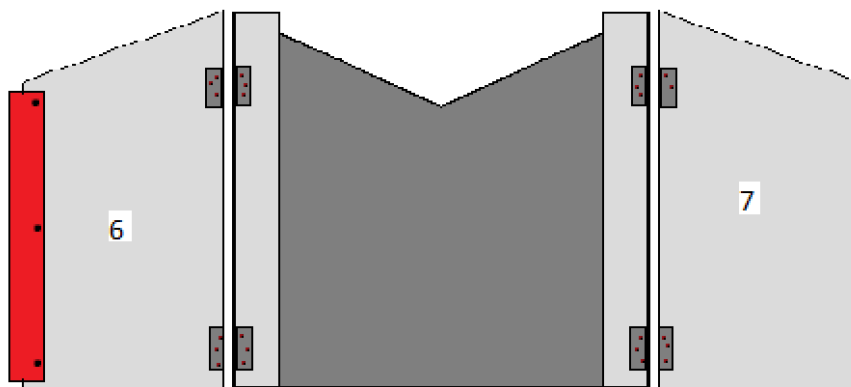
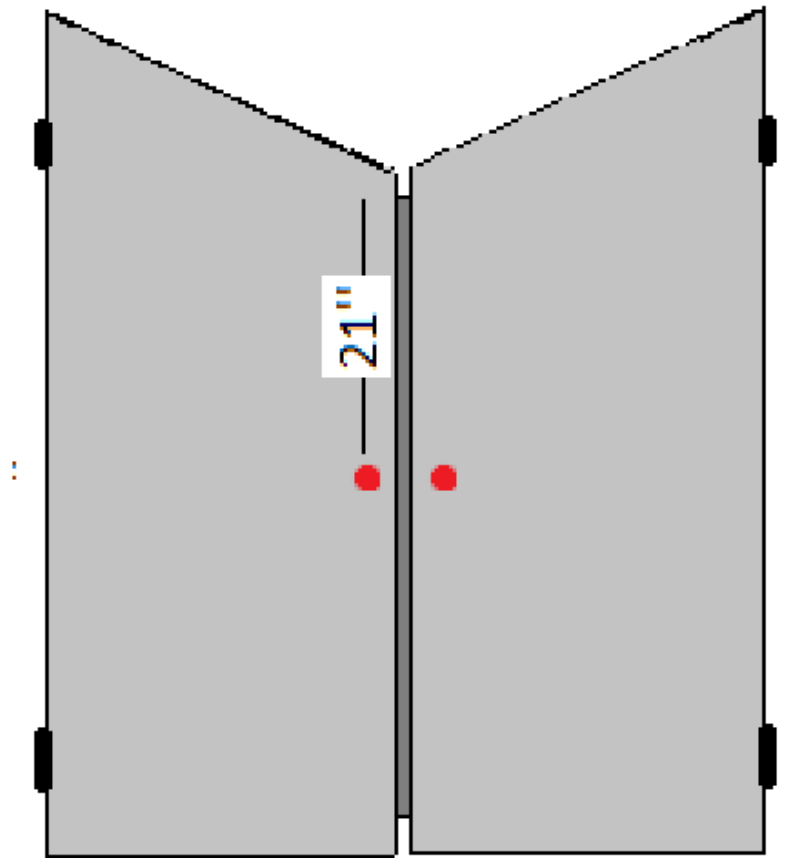

Figure 10 - Étape 8 : Ajout de bois de 40'' sur le morceau 6 du prototype 3
Figure 11 - Étape 10- Visser les boulons à oeil dans les portes du prototype 3
Étape 4: Percez des trous dans la porte et installez la poignée. En plus, utilisez la serrure pour bien verrouiller la porte. Pour l'apparence spécifique, veuillez-vous référer à la *Figure 10* et *Figure 11.*